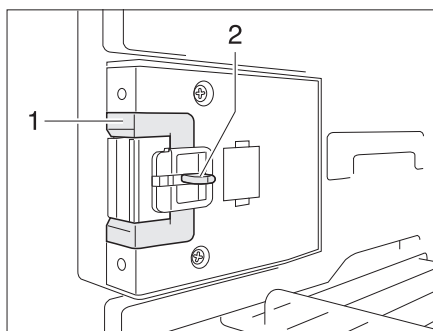
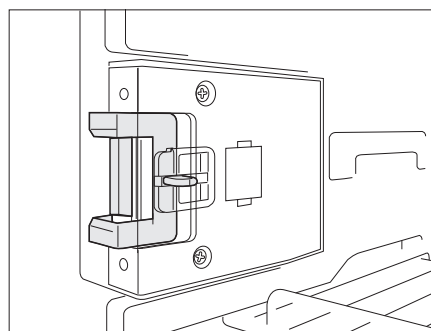

Fig. 204 Dispositif de fermeture en position normale
Fig. 205 Dispositif de fermeture en position de ventilation
- Presser le bouton de déverrouillage (Fig. 204,2).
- Pousser le dispositif de fermeture (Fig. 204,1) vers l'avant (Fig. 205).